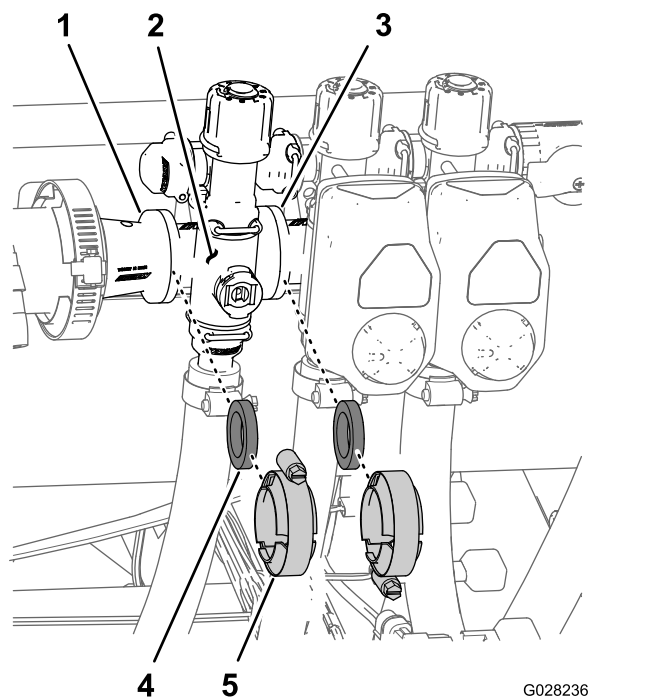

図 80
1. 個別boomバルブ 図 80 のマニホルドを隣接する個別boomバルブ左boomの場合はリデュサカップリングに固定しているクランプとガasketを外す。